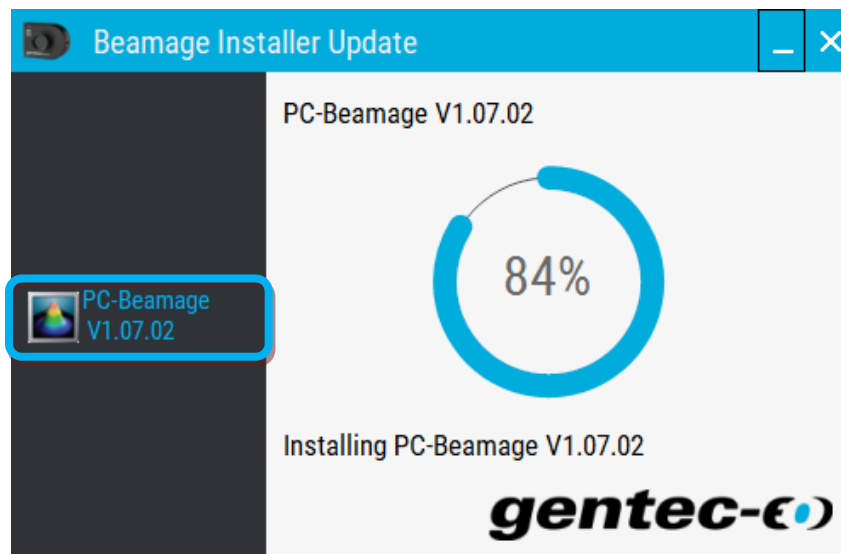

Figure F-3 Installateur Beamage: PC-Beamage
- 4) Cliquez sur le bouton « PC-Beamage VX.XX.XX » pour installer la nouvelle version, voir **Figure F-3**